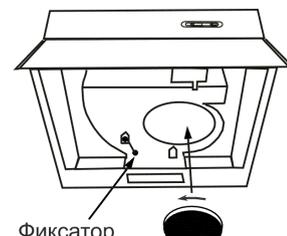

рис. 5
6.2 Режим «фильтрации» (рис. 5):
- фиксатор (рис.5) должен находиться в положении «вытяжка», положение «А».